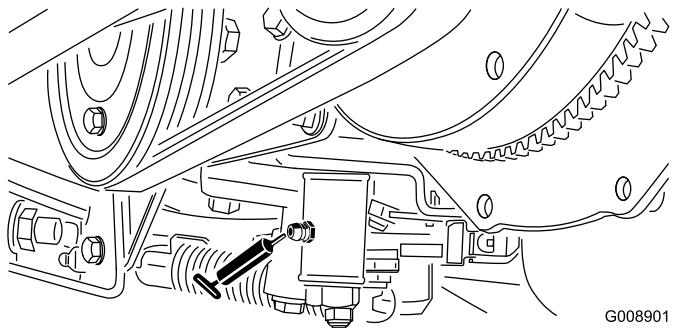

Figura 37
- Meccanismo di regolazione della folle (Figura 37)